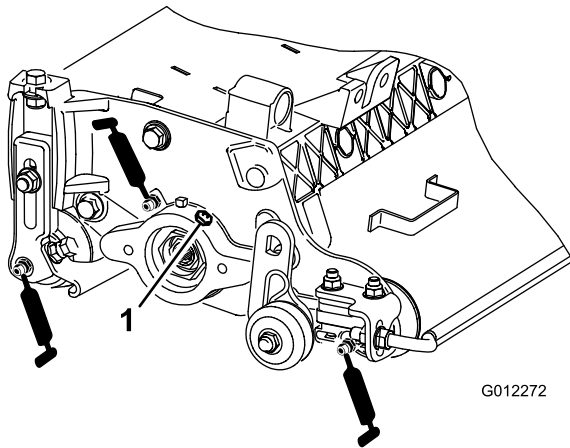

Figura 8
Cada unidad de verticorte tiene 6 engrasadores (Figura 8) que deben ser lubricados cada semana con grasa de litio de propósito general N° 2.
2. Aplique grasa hasta que salga grasa limpia de las juntas del rodillo y la válvula de alivio del cojinete (Figura 8).